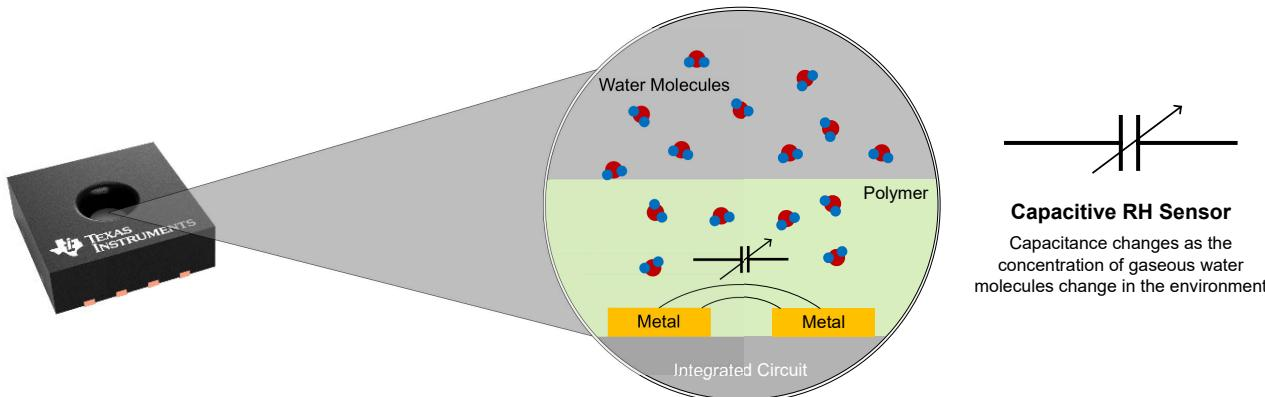

図 2-1. センシング ポリマの例
- センシング ポリマ: 容量式 RH センサは、空気中の水分を捕捉するために露出したポリマ層を利用しています。捕捉された水分はポリマ内の空隙を満たし、ポリマの誘電率を変化させます。この誘電率の変化によって、ポリマの下にある検出電極の静電容量が変化します。温度や湿度の条件に加えて、化学物質などの不要な成分も、ポリマが湿った空気を検出する仕組みに影響を及ぼすことがあります。図 2-1 に、ポリマが空気から水分を捕捉する媒体として作用する簡略化されたセンサ構造を示します。